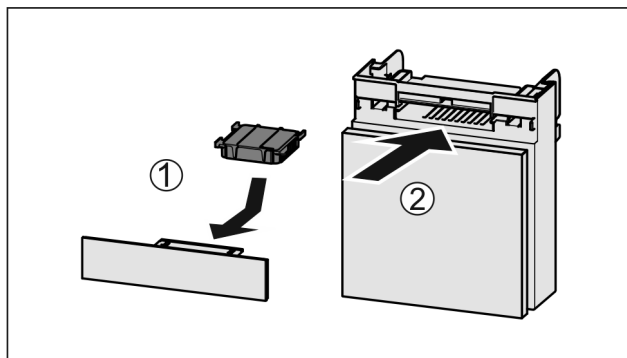

Fig. 46
- ▶ Установите фильтр с активированным углем, как показано на рисунке Fig. 46 (1).
- ▶ Вставьте отделение Fig. 46 (2).